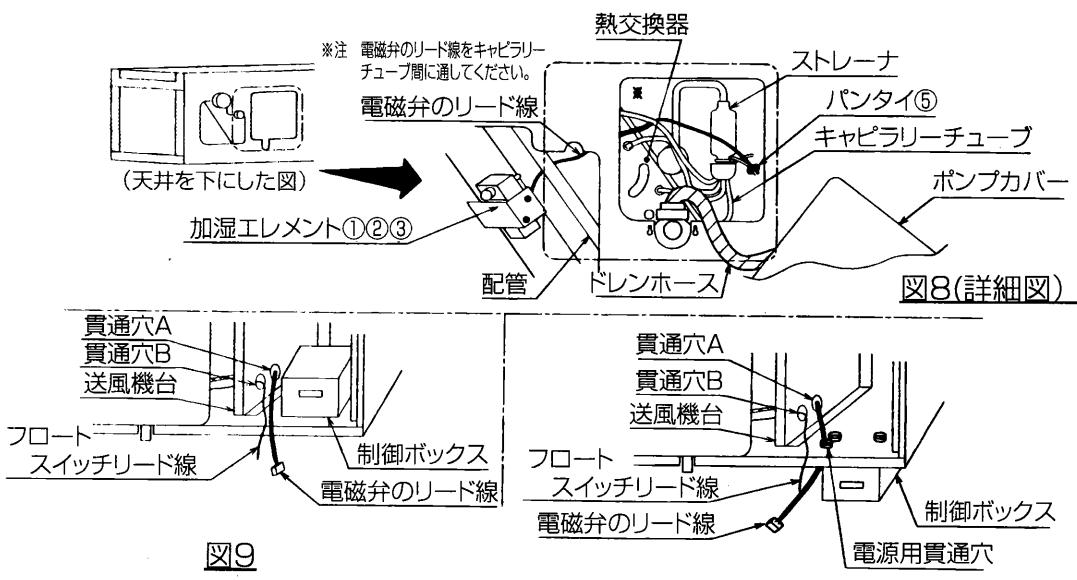

図8(詳細図)
- 電磁弁のリード線を図8詳細図に示すように通し、パンタイ⑤を用い図示位置にて必ず固定してください。